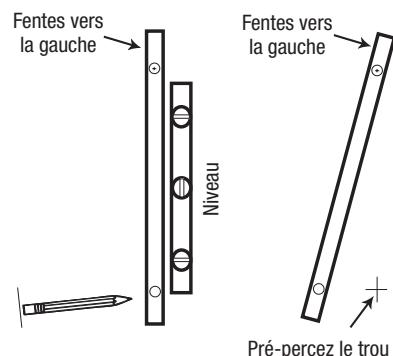

Figure 2
**Étape 5:** Déplacez prudemment le bas des montants et pré-percez les trous marqués, tel qu'ilustré à la **Figure 2**.